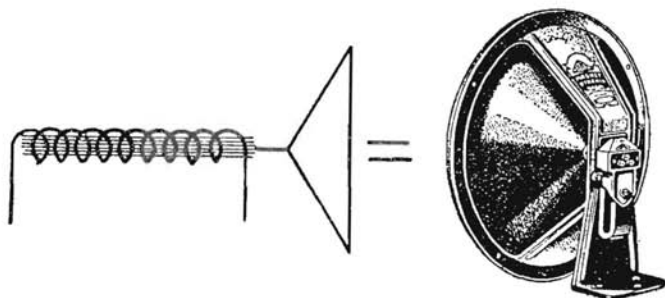

Fig. 11.11. - Esempio di diffusore magnetico (a destra) e relativo simbolo a sinistra.
a) un diffusore magnetico, del tipo di quelli che si adoperavano quando gli apparecchi non venivano alimentati in alternata (fig. 11.11).